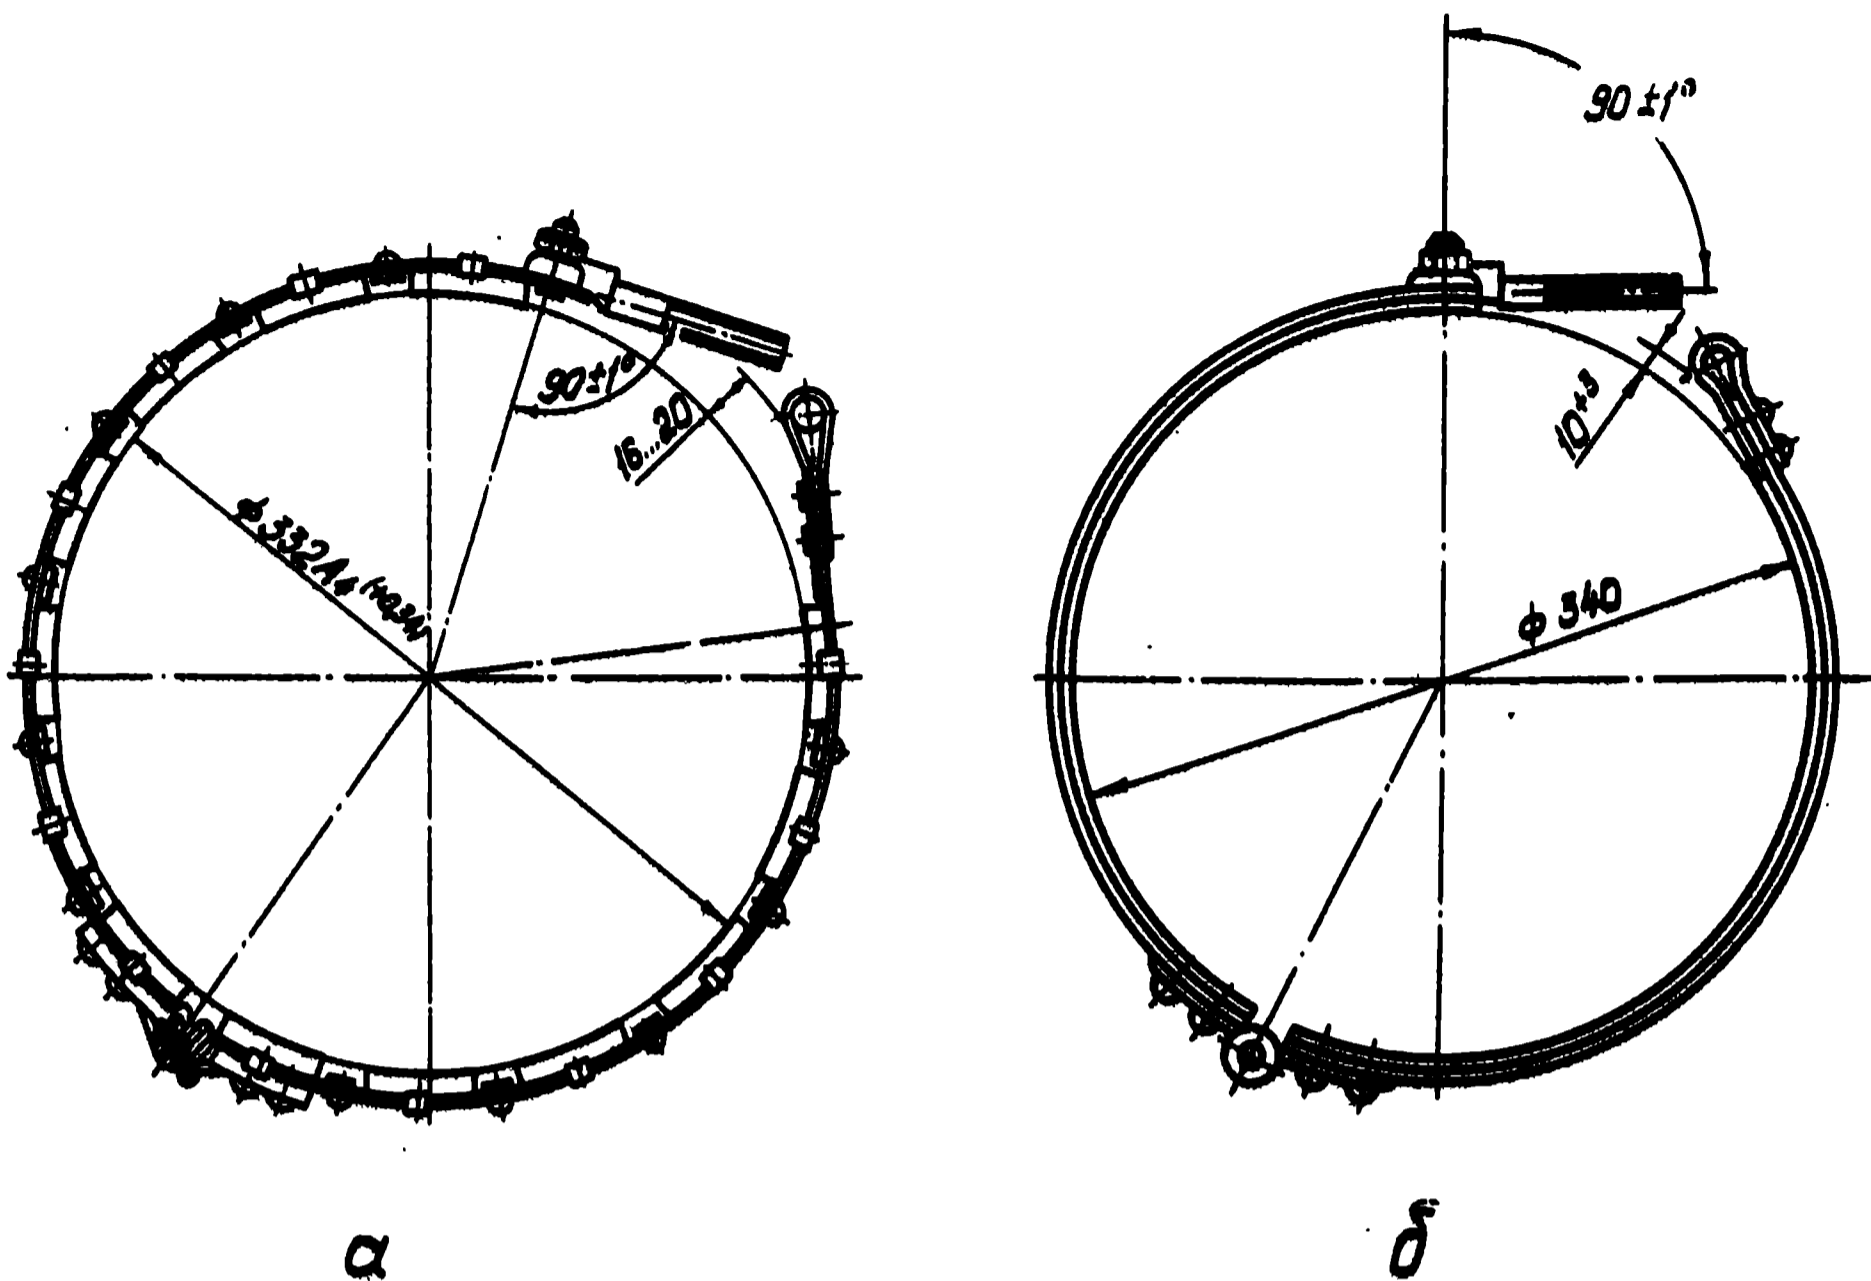

Рис. 87. Геометрия рихтовки тормозных лент:
5. При замене тормозных лент на новые или при замене изношенных колодок и накладок перед установкой в задний мост произведите рихтовку лент на шкивах заднего моста согласно рис. 87.